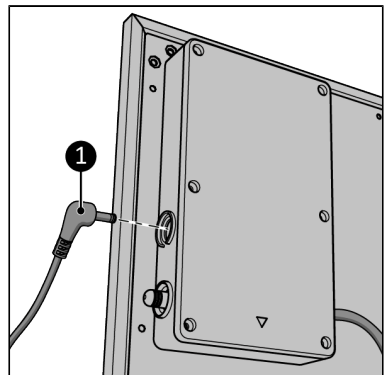

Abbildung 63.
2. Verbinden Sie den Stecker des externen Temperatursensors (Abbildung 63, Pos. 1) mit dem Sensorstecker.